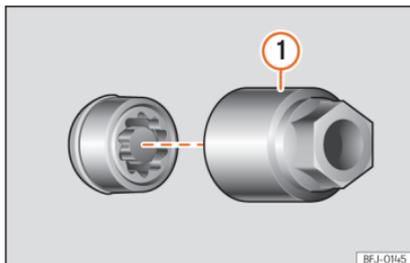

Abb. 42 Diebstahlhemmende Radschraube mit Abdeckkappe und Adapter
- Schieben Sie den Spezialadapter » Abb. 42 ① (Bordwerkzeug » Seite 48) bis zum Anschlag in die diebstahlhemmende Radschraube.